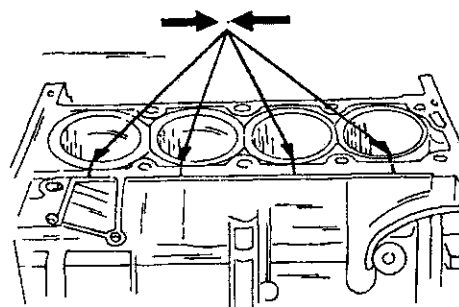

Рис. 55. Маркировка положения рабочих гильз цилиндров по отношению к блоку цилиндров.
- Вставить в блок цилиндров сборки рабочих гильз цилиндров, поршней и шатунов без колец круглого сечения. Обеспечить совпадение маркировок на рабочих гильзах и на поршнях и направленные стрелки на днищах поршней в переднюю сторону двигателя, то есть к приводу газораспределительного механизма (Рис. 55).
- Вставить сборки рабочих гильз цилиндров в соответствии с отмеченными после измерения выступов номерами цилиндров (Рис. 55) в блок цилиндров и хорошо прижать их вниз. Закрепить все рабочие гильзы зажимами. Ни при каких обстоятельствах не допускать выпадения рабочих гильз цилиндров или поршней из отверстий цилиндров при переворачивании двигателя.